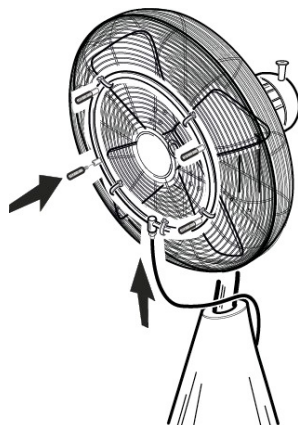

Рис. 6
- 5- Установите форсунки в держатели и подключите гибкий шланг высокого давления из комплекта поставки. Форсунки затяните вручную (Рис. 6).